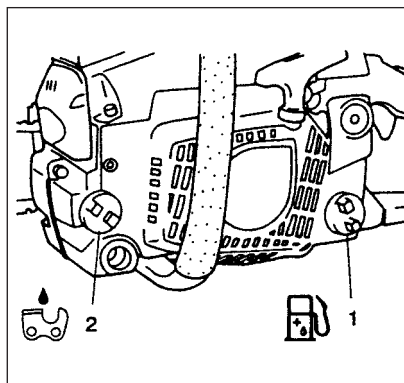

Fig. 2-1B
#### ⚠ ATTENZIONE! (Fig. 2-1B)
#### Olio per catena (Fig. 2-1B)
Quando si versa il carburante (1) o l'olio per la catena (2) nel serbatoio, collocare l'attrezzo con il lato del tappo rivolto verso l'alto. (Fig. 2-1B)